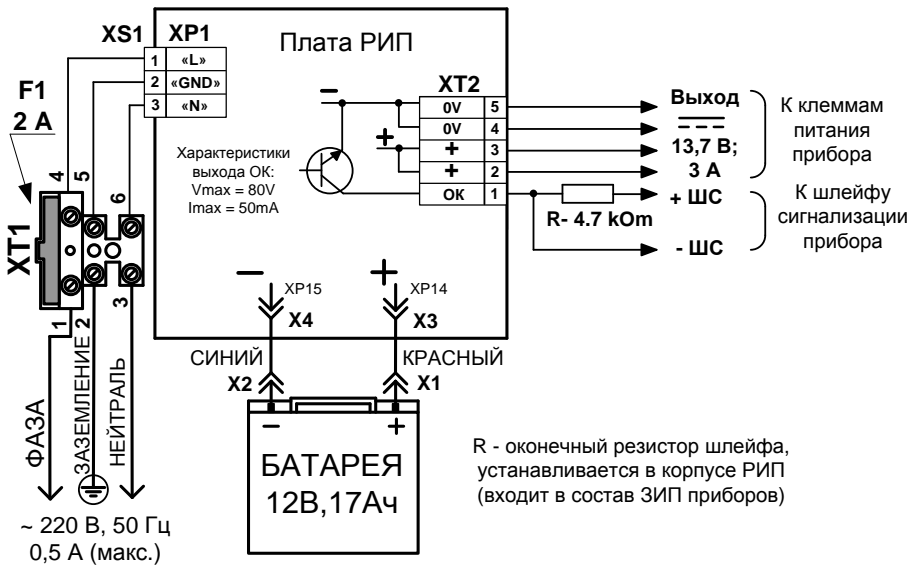

Рисунок 2
ВНИМАНИЕ! При подключении внешнего питающего напряжения 220 В к сетевой колодке ХТ1 необходимо соблюдать правильность подключения проводов «фаза» и «нейтраль». Подключение производить в соответствии с Рис. 2. Схема подключения также расположена на внутренней стороне корпуса РИП.
3.2.5 Согласно схеме соединений (рис. 2):
б) изъять из колодки вставку F1 (2 А), подключить сетевые провода к входной колодке (фаза (L) должна быть подключена к ХТ1:1, см. рис. 2);
г) для дистанционной сигнализации перехода на резервное питание или короткого замыкания подключить РИП к шлейфу сигнализации запитываемых приборов. Пример подключения РИП к приборам «Сигнал-20», «Сигнал-20П», «С2000-4» и им подобным приведен на рис. 2.
а) Подключить батарею к клеммам, соблюдая полярность (провод красного цвета подключается к положительному выводу батареи). Для увеличения времени работы РИП от резервного источника подключить клеммы кабеля Бокс-12 исп.0 (Бокс-12/34М5) параллельно клеммам основной батареи. Для отключения АБ без инструмента можно отсоединить одну из клемм Х3 или Х4 от платы (см. рис. 2).
з) Если ожидается длительный перерыв в питании от сети 220 В (более 7 суток), то во избежание переразряда АБ следует отключить её от платы РИП (отсоединить одну из клемм Х3 или Х4 от платы (см. рис. 2)).